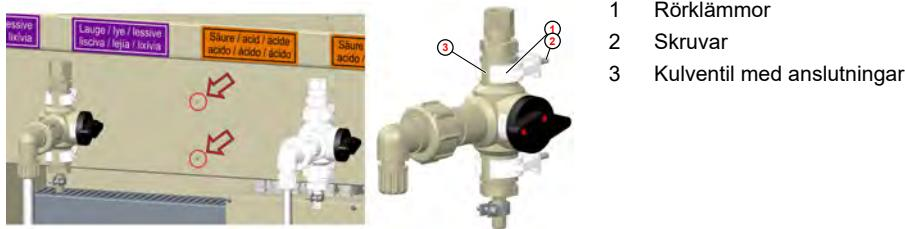

Bild 11: Montering produktavtappningsventil
1. Montera båda rörklämmorna (pos. 1) med skruvar (pos. 2) i avsedd position (Bild 11 pilar) för ELADOS Pump Rack-konsolen.
2. Tryck fast kulventilen med anslutningar (pos. 3) på rörklämmorna enligt bilden.